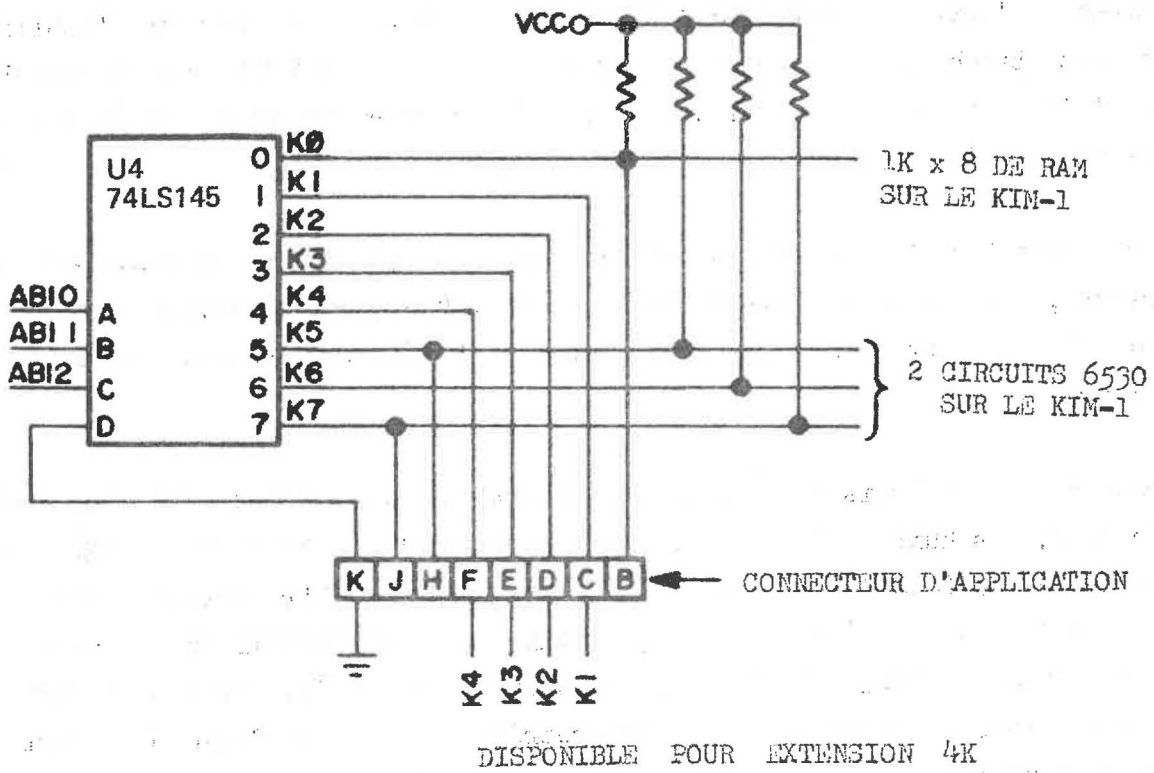

Fig 6.1 - Extension 4K
La figure 6.1 montre la manière dont il faut procéder pour dériver les quatre signaux de choix de circuits pour l'extension de 4K mémoire. Remarquons qu'une des broches d'entrée du décodeur (D) est dirigée vers le connecteur d'application. C'est cette broche que nous avons demandé de mettre à la terre dans le chapitre 2. Tant qu'elle est mise à la terre, le décodeur choisira toujours les 8K adresses inférieures de la zone mémoire, sans tenir compte de l'état de ABL3, ABL4 et ABL5.